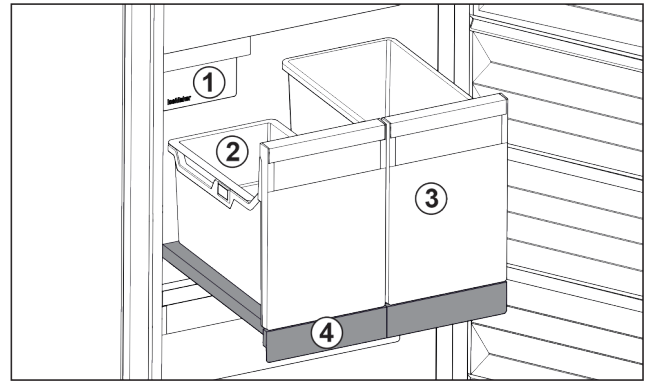

Fig. 88 Vyťahovacia polička s IceTower
- (1) IceMaker
- (2) Závesná miska na kocky ľadu
- (3) Nádoba napríklad na pizzu, alkoholické nápoje
- (4) Vyťahovacia polička
Na vyťahovacej poličke sú dve vysoké nádoby (IceTower). V nádobe Fig. 88 (2) sa hromadia a skladujú kocky ľadu z IceMaker. Nádoba Fig. 88 (3) sa hodí na skladovanie vysokých potravín, ako sú pizze alebo alkoholické nápoje.